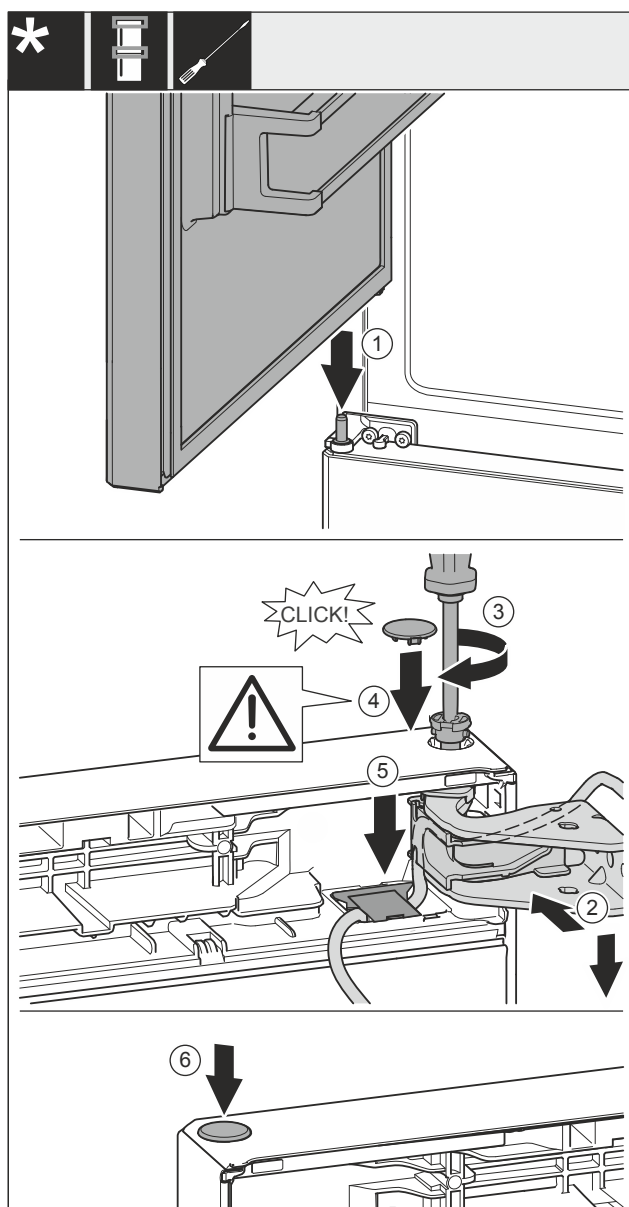

Fig. 58
- Postavite zgornja vrata na srednji ležajni sornik Fig. 58 (1).
- Vrata zgoraj poravnajte z odprtino v ležajnem podstavku Fig. 58 (2).
- Vstavite sornik Fig. 58 (3) in ga zategnite z izvijačem.
- Vstavite pokrov Fig. 58 (4).
- Preverite, ali pokrov Fig. 58 (4) pravilno leži na vratih.
- Vstavite pokrov Fig. 58 (5) in ga potisnite navzdol, da se zaskoči.
- Vstavite pokrov Fig. 58 (6).